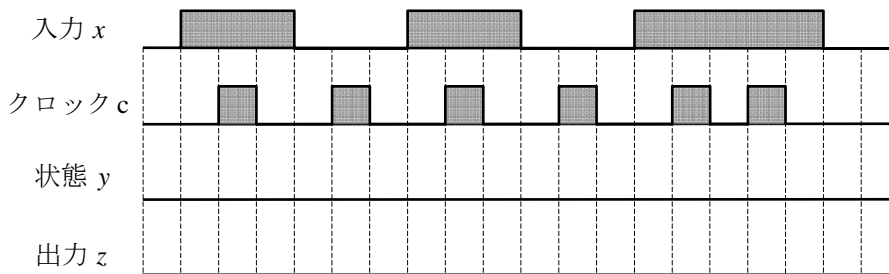

図3 RS フリップフロップを用いた順序回路のタイムチャート
- 4) 図3のタイムチャートに従い、 x と c の値を変化させて y と z の結果を図3に書き込む。